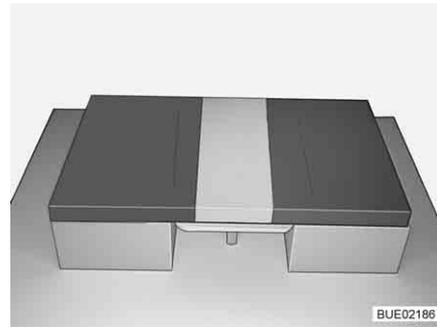

Bild 104 Nach dem Umbau
- Ein Rückenpolster zwischen die Sitzpolster auf den Tisch legen (siehe Bild 104).